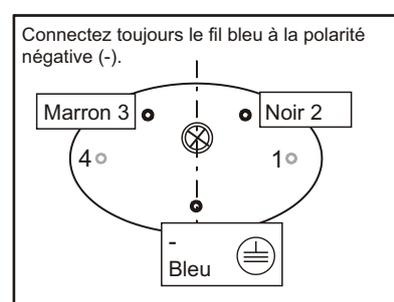

Fig. 5.
9. Desserrez la vis centrale du connecteur et connectez les fils (deux ou trois fils). Voir Fig. 5.
12. Fixez la barre de flèche à sa platine et coupez les câbles d'alimentation des projecteurs à la longueur appropriée. Connectez les fils au connecteur mâle, voir Fig. 5.